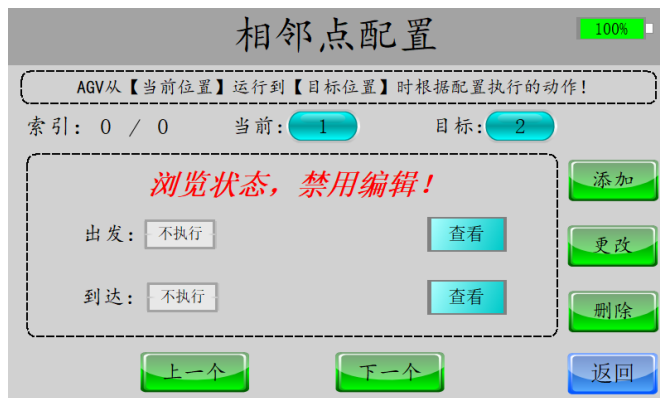

图 4-24 相邻点配置界面
- 1、依次点击“触摸屏”上的“地图编辑”->“相邻点配置”则会进入到如“图 4-24”的界面。